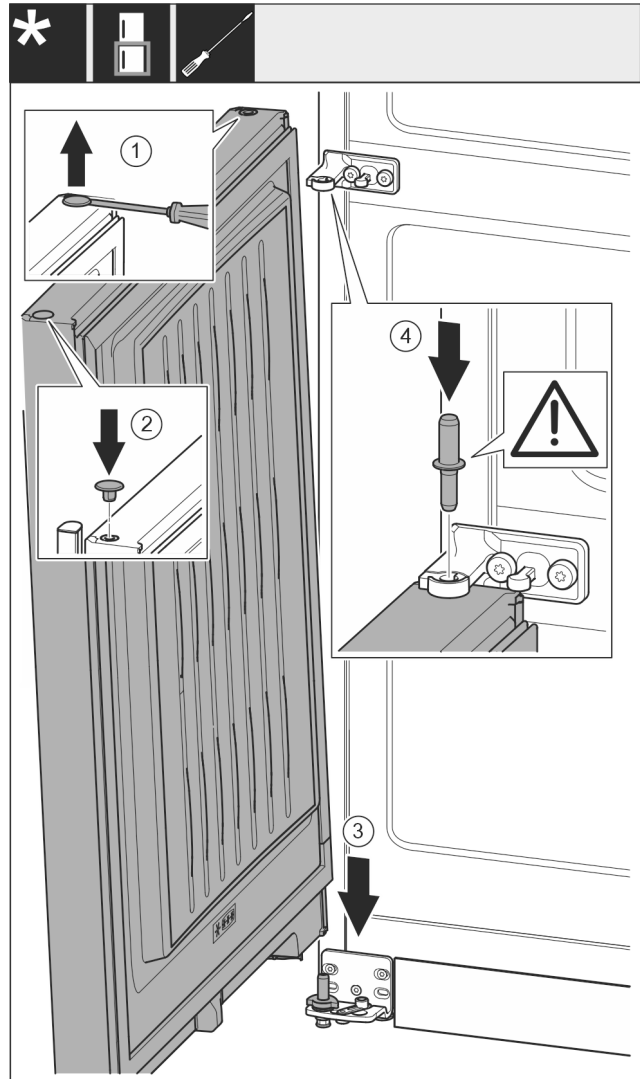

Fig. 19
- ▶ Løft forsigtigt propperne op med en flad skruetrækker, og træk dem ud. Fig. 19 (1)
- ▶ Sæt propperne igen i den anden dørside. Fig. 19 (2)
- ▶ Sæt døren på fra oven og ned på den nederste hængselbolt. Fig. 19 (3)
- ▶ Sæt den midterste hængselbolt i gennem den midterste hængselkonsol i den nederste dør. Sørg i den forbindelse for, at låsekammen vender bagud. Fig. 19 (4)